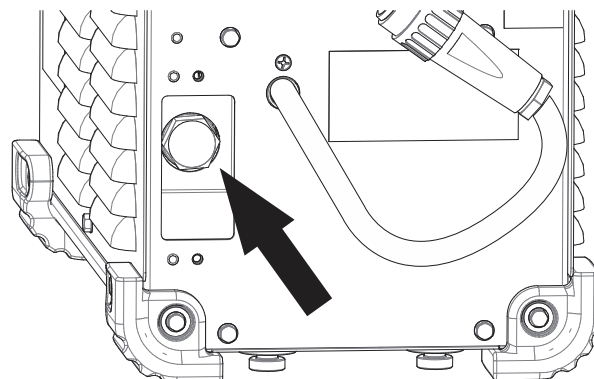

Рисунок 10
- Затем снимите большой медный болт. См. рис. 10. Можно использовать глубокую головку или захватывающий зажим. При этом возможно вытекание небольшого объема жидкости.